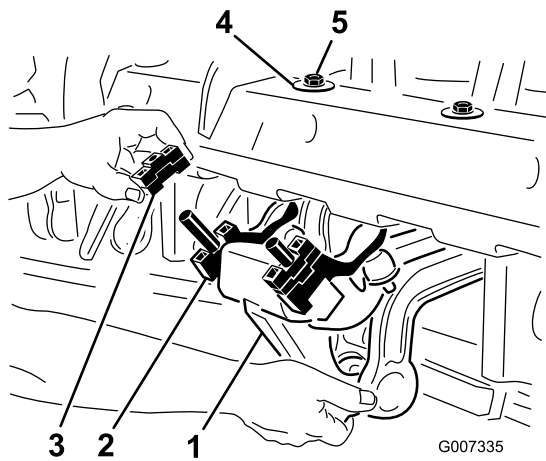

Bild 26
1. Entfernen Sie die zwei Sicherungsmuttern ($\frac{1}{2}$ "), mit denen der RotaLink-Stoßdämpfer an der Unterseite des Aerifizierkopfrahmens befestigt ist (Bild 26).
2. Senken Sie den Stoßdämpfer ab, um die Distanzstücke frei zu legen (Bild 26).
- Montieren Sie den Stoßdämpfer wieder am Aerifizierkopffahmen. Achten Sie darauf, dass die D-Scheibe gegen den Aerifizierkopffahmen eingebaut ist, siehe Bild 26. Befestigen Sie die zwei Sicherungsmuttern.